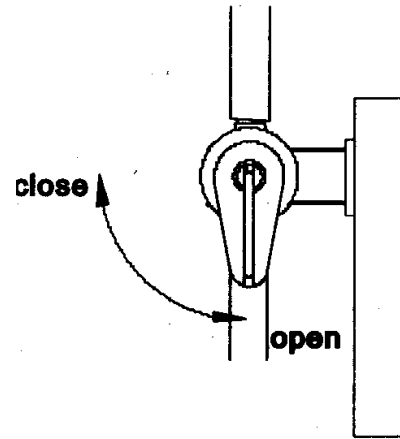

Fig. 4
3. Mettez la machine sur son dos. Régler la manette des gaz / commutateur de sorte que la vitesse du moteur atteint environ 5000 tr / min, ouvrir la vanne (Fig. 4) pour effectuer une pulvérisation. Lors de la pulvérisation de prêter attention aux situations suivantes: